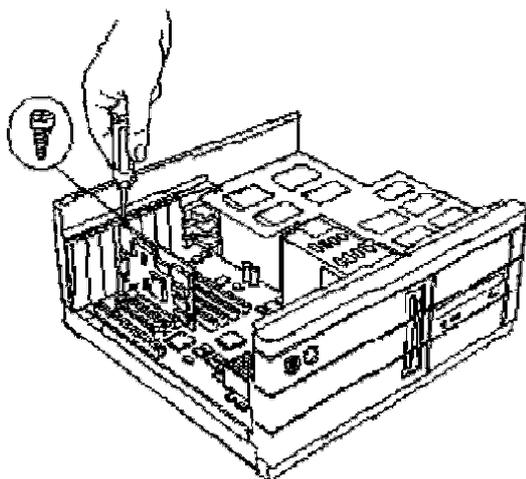

Рис. 6. 7
11) Установите на место крышку системного блока (Рис. 6. 8).